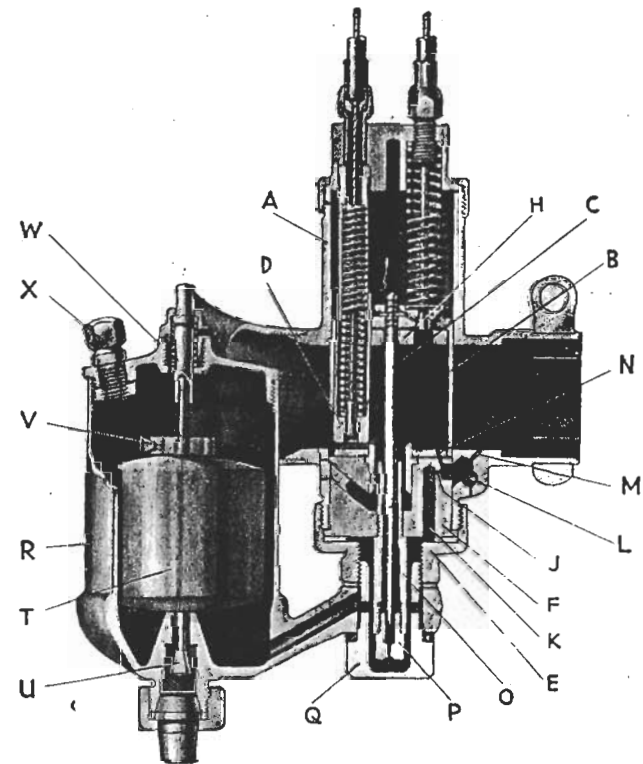

Fig. 3
La cuve à niveau constant (R. fig. 3) est du type habituel avec flotteur (T) et pointeau direct à tête renversée (U) (arrivée d'essence par le bas). La chambre de mélange (A) comporte un gicleur principal noyé (P) suivi d'un deuxième gicleur (O) dans lequel se déplace une aiguille profilée (C). D'autre part, un gicleur de ralenti fixe (J) émulsionné par une prise d'air (L) réglable au doigt aboutit au passage d'air principal par 2 orifices séparés (M) et (N) au deçà et au delà du volet des gaz (B).
Au delà du $1/4$ et jusqu'aux $3/4$ d'ouverture du volet, c'est la partie conique de l'aiguille qui, en suivant les déplacements du volet des gaz, étrange plus ou moins l'arrivée d'essence. La richesse voulue s'obtient donc en remontant ou en élevant l'aiguille par rapport au volet. Cinq positions sont possibles (goupille de fixation au cran 1, 2... ou 5). Bien entendu, plus basse est l'aiguille, plus le mélange est pauvre. Enfin, quand le volet est ouvert de plus de $3/4$, l'aiguille est suffisamment sortie pour ne plus étangler du tout l'arrivée d'essence; le débit d'essence n'est plus contrôlé que par les dimensions du gicleur principal noyé (« P » fig. 3). Le numéro de celui-ci, marqué sur une des faces, correspond précisément au débit en centimètres cubes par minute sous une aspiration donnée.